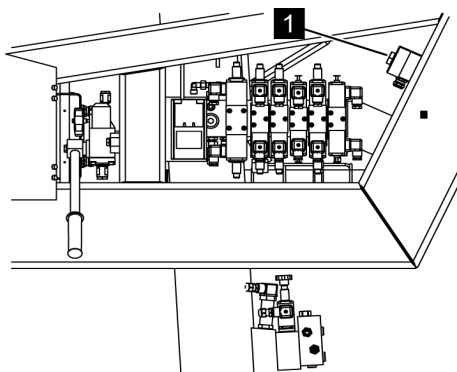

Fig. 143: Interrupteur à clé du mode d'entretien
6. ➔ Activer l'interrupteur à clé (Voir la Fig. 143/1) pour le mode d'entretien.